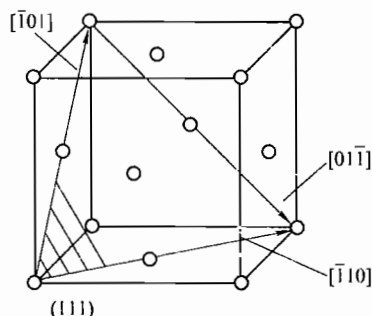

图 19-3 第四题解答图
铜是面心立方晶体, 其单位晶胞如图 19-3 所示。
2. 面心立方晶体发生滑移的一个晶面 (111) 以及这个晶面上发生滑移的三个晶向 $[01\bar{1}]$ 、 $[\bar{1}10]$ 、 $[\bar{1}01]$ 如图 19-3 中所注。